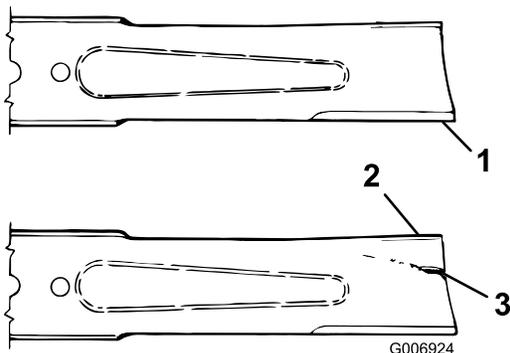

Bild 60
2. Prüfen Sie die Schnittkanten des Messers sorgfältig, insbesondere dort, wo die geraden Flächen die gebogenen berühren (**Bild 60**). Da Sand und anderes reibendes Material das Metall abschleifen kann, das die flachen mit den gebogenen Teilen verbindet, müssen Sie das Messer vor jedem Einsatz der Maschine prüfen. Tauschen Sie das Messer aus, wenn Sie eine Abnutzung feststellen (**Bild 60**); siehe „Entfernen des Schnittmessers“.
Wenn sich das Messer abwetzen kann, bildet sich ein Schlitz zwischen dem Windflügel und dem flachen Teil des Messers (**Bild 60**). Zuletzt kann sich ein Stück des Messers lösen und aus dem Gehäuse herausgeschleudert werden. Das kann zu schweren Verletzungen bei Ihnen selbst und Unbeteiligten führen.